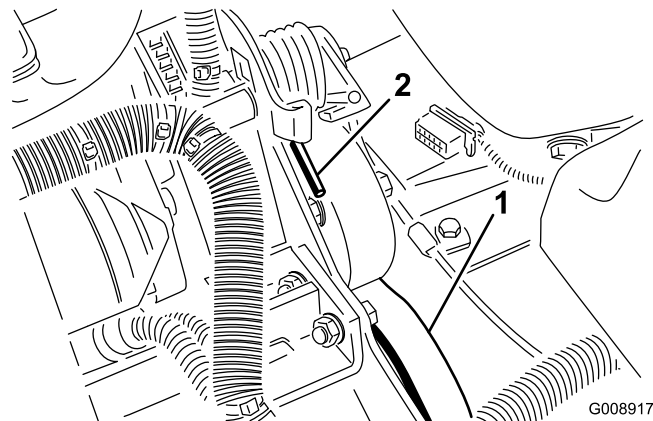

Рисунок 70
2. Нажмите вниз и вперед на конец пружины (Рисунок 70), чтобы вывести ее из зацепления с кронштейном и снять натяжение пружины.